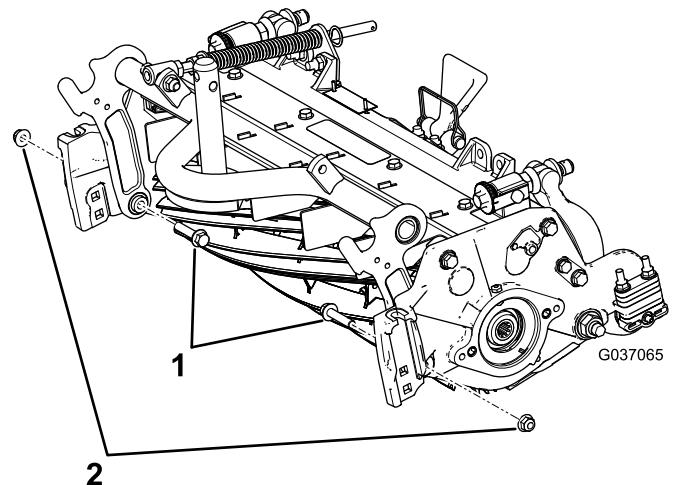

Figura 5
- B. Instale los 2 pernos con arandela prensada existentes desde el interior de la unidad de corte y fíjelos con las contratuerzas con arandela prensada de $\frac{3}{8}$ " (Figura 5).